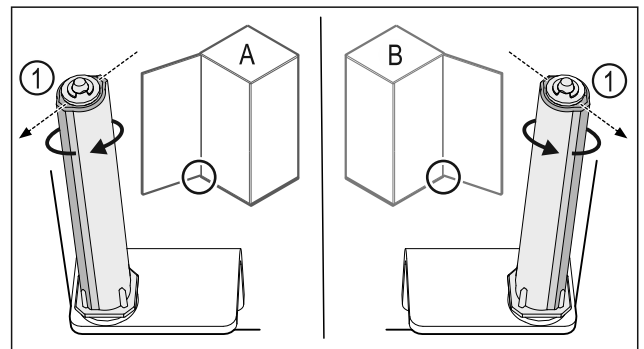

Fig. 37 Vänsterhängd (A)/högerhängd (B)
- ▶ Vrid låssystemet mot motståndet, tills låssystemets klack Fig. 37 (1) är vänd utåt.